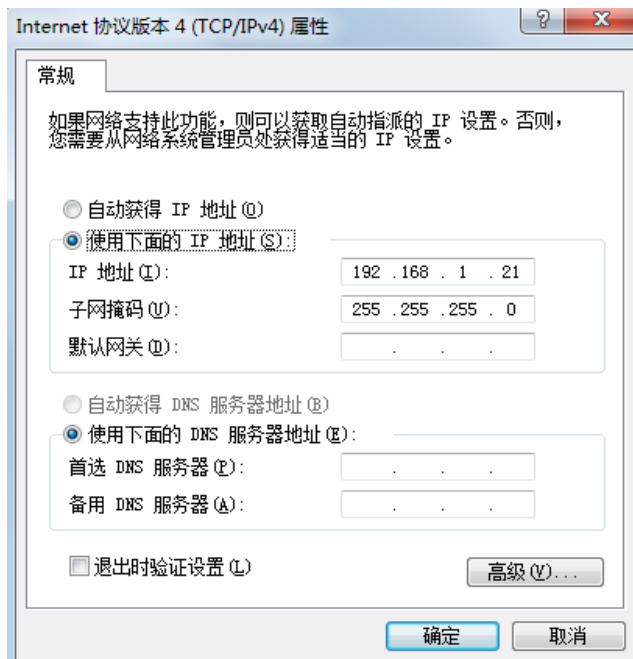

图 7 电脑 IP 设置
- (1) 将电脑 IP 设置如图 7 所示。
- （1）将电脑 IP 设置如图 7 所示。